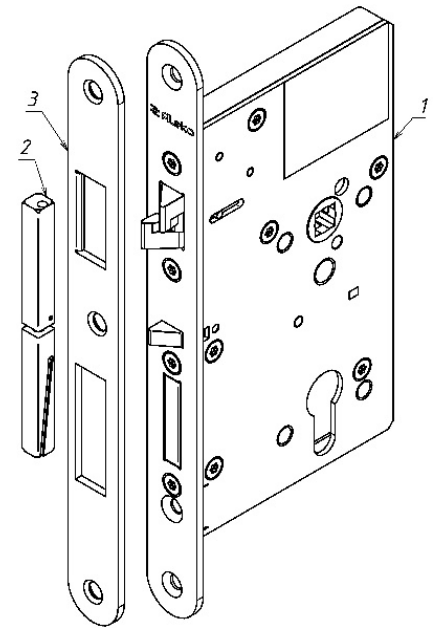

Рисунок 1
3.1 В комплект поставки замка ALM-560ЕМ входят (рисунок 1):
- Корпус (1) – 1 шт.
- “Разрезной” квадрат ручки 8х8 мм (2) .. – 1 шт.
- Запорная планка 325 (3)..... – 1 шт.